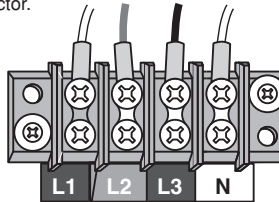

Figura 7 - Bloque de Terminales de Voltaje
1. Las conexiones de voltaje de campo se realizan en el bloque de terminales MMU (mostrado en la Figura 7). La capacidad nominal de torsión máxima aprobada para este bloque de terminales Molex es de 12 in-lb.
5. Para las conexiones al bloque de terminales de voltaje (vea el ejemplo en la Figura 7), pele el cableado a aproximadamente 0.762 cm (.300 pulgadas) y conéctelo a los terminales apropiados. Los cables deben apretarse para que queden bien apretados en su lugar, pero no apriete demasiado, ya que esto puede comprimir y debilitar el conductor.